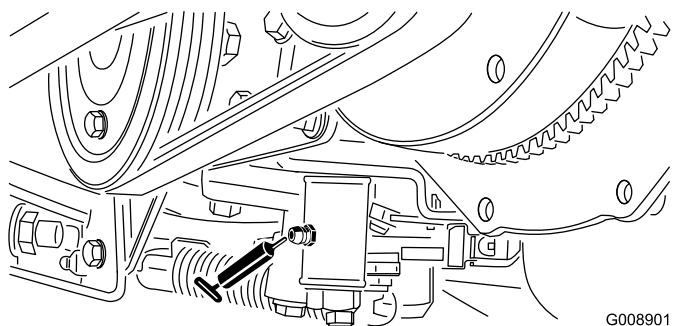

Figure 39
- Mécanisme de réglage du point mort (Figure 39)